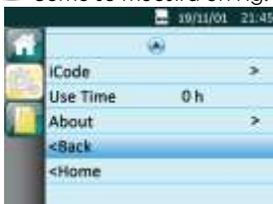

Fig. 15-9
(1) Retornando a la Interfaz de Configuración Inicial Mover el cursor a la opción de Regresar girando **la Perilla**  como se muestra en Fig. 15-9